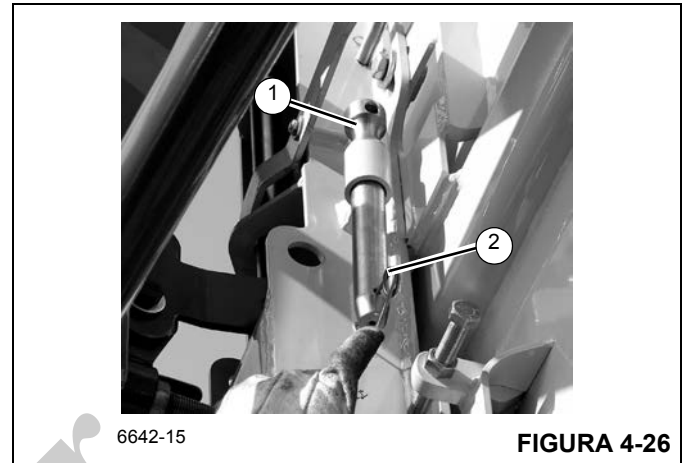

FIGURA 4-26
15. Almacene el pasador (1) (Figura 4-26) en el retenedor. Fije el pasador (1) con la pinza de retención (2).